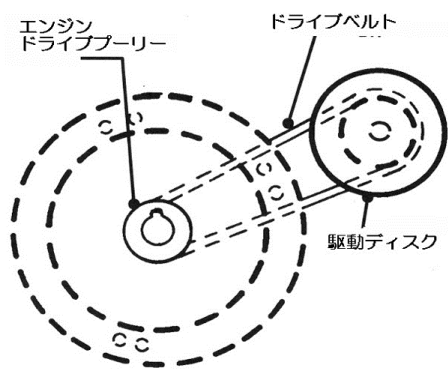

図6-14
① エンジンベルトの交換
- このモデルはアイドルプーリーが無い型式です。(図6-14)